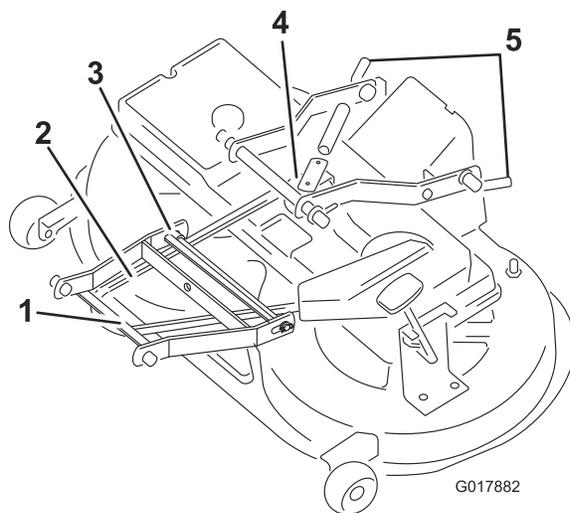

図 44
9. アイドラアーム・アセンブリを内側に移動させてプーリからVベルトを外す 図 44。
11. 前アームのリンクと刈り込みデッキのハウジングとの間にあるピンを外す 図 44。
12. エンジンのプーリからVベルトを外す 図 44。